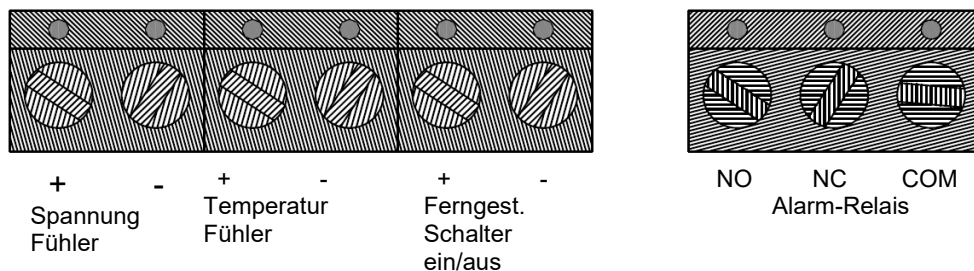

Abbildung 5 Klemmleiste
2.3.2. Externer Temperatur-Fühler (siehe Abb. 5)
2.3.3. Ferngesteuerter Ein-/Aus-Schalter (siehe Abb. 5)
2.3.4. Alarm-Relais-Anschlüsse (siehe Abb. 5)